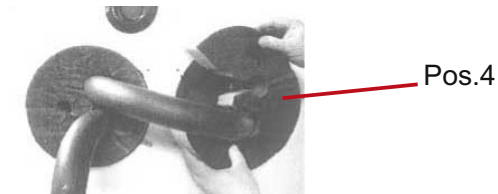

Abb.3: Isolierung montieren
- 4) Halsstutzen Isolierung (Pos. 4) montieren (Abb. 3)